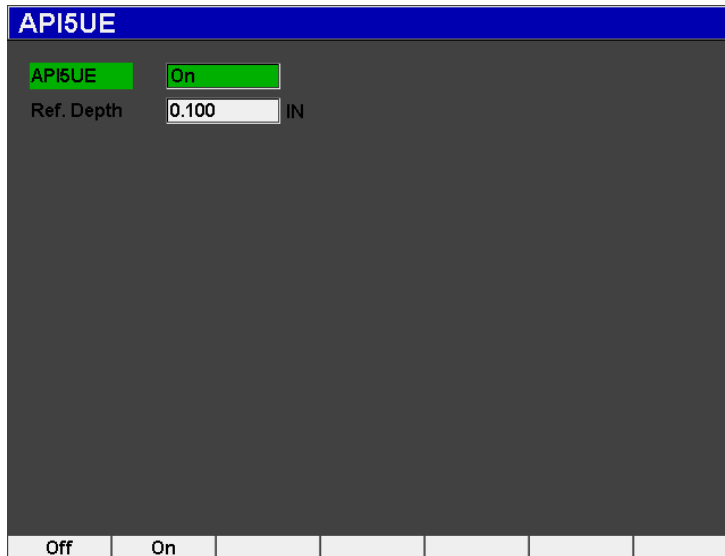

図 12-22 波形平均化オプションのセットアップ
2. API5UE メニューで、API5UE = オンを選択します（265 ページ図 12-22 参照）。